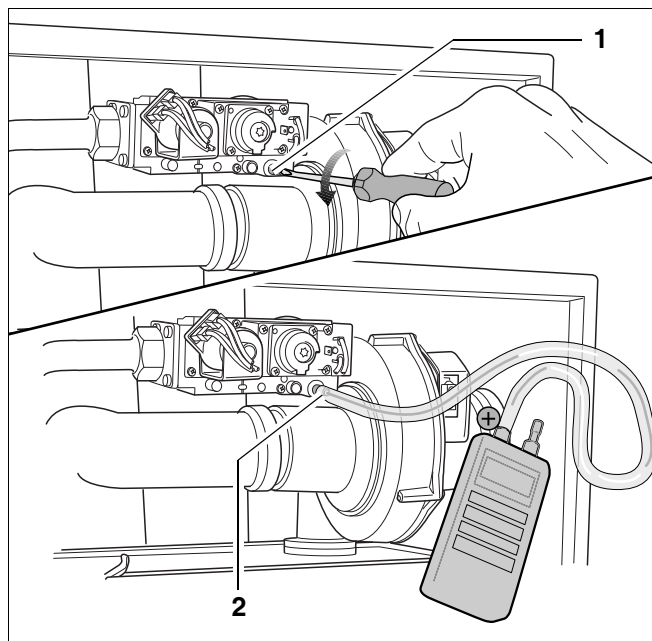

Bild 84 Kontrollera gas/luftförhållandet
- Skruva ut låsskruven vid mätnippeln för brännartrycket 2 varv (bild 84, pos. 1).
- Använd en slang och anslut tryckmätapparaten plusanslutning med mätnippeln för brännartrycket (bild 84, pos. 2).